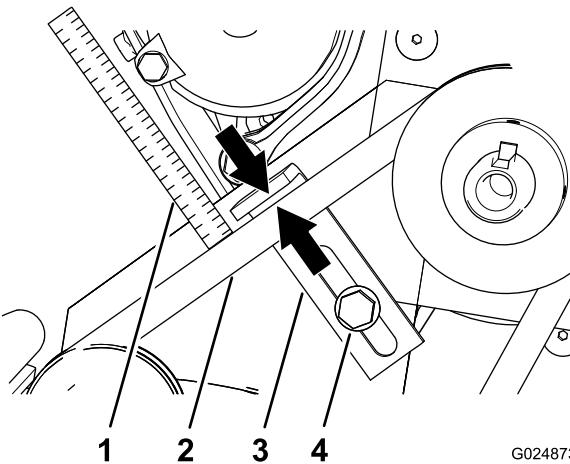

Figure 26
**Remarque:** Si l'écartement est supérieur ou inférieur à 6 mm (  $\frac{1}{4}$  po), réglez le guide de courroie (Figure 26); voir Réglage du guide des courroies \(page 21\).
- Mesurez l'écartement entre la courroie et le guide de courroie (Figure 26).
- Desserrez le boulon à embase hexagonale qui fixe le guide de courroie à la plaque du moteur (Figure 26).
- Tout en maintenant le haut du guide parallèle à la courroie, rapprochez ou éloignez le guide de la courroie jusqu'à ce que l'écartement spécifié soit obtenu (Figure 26).
- Resserrez le boulon à embase hexagonale qui fixe le guide de courroie à la plaque du moteur (Figure 26).